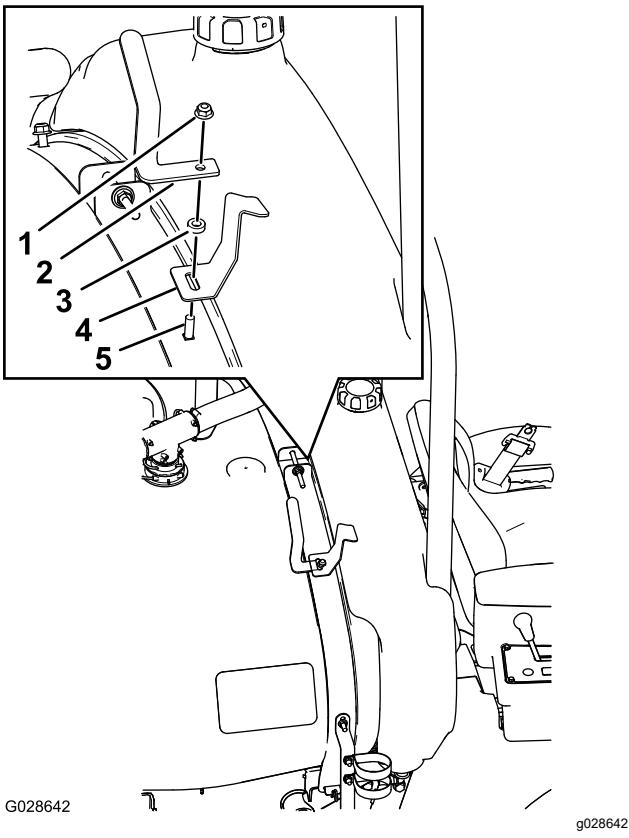

Bild 15
7. Richten Sie die Schlauchhalterung, das Distanzstück (3/8 x 1/4 Zoll) und die rechte Tankhalterung auf der Schlossschraube (3/8 x 1 Zoll) nach dem oberen inneren Loch des rechten Vorderriemens aus. (Bild 15).
8. Befestigen Sie die Schlauchhalterung, das Distanzstück und die Tankhalterung mit einer Sicherungsbundmutter (3/8 Zoll) an der Schlossschraube und am Riemen (Bild 15).